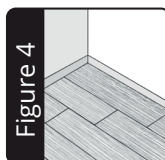

Figure 4
4. Achten Sie bei der Verlegung von SLY darauf, dass die Verbindungsstellen der kurzen Seiten versetzt sind. Wir empfehlen eine treppenförmige Zufallsverlegungsmethode (Abbildung 4). Halten Sie für das letzte Paneel eine Mindestlänge von 20 cm für die gesamte Verlegung ein.
4. When installing SLY, stagger the rows so that the short edge seams are not in a straight uniform line. We recommend the staggered random method (Figure 4). Maintain a minimum 20 cm or more, end-joint stagger from row-to-row throughout the entire installation.